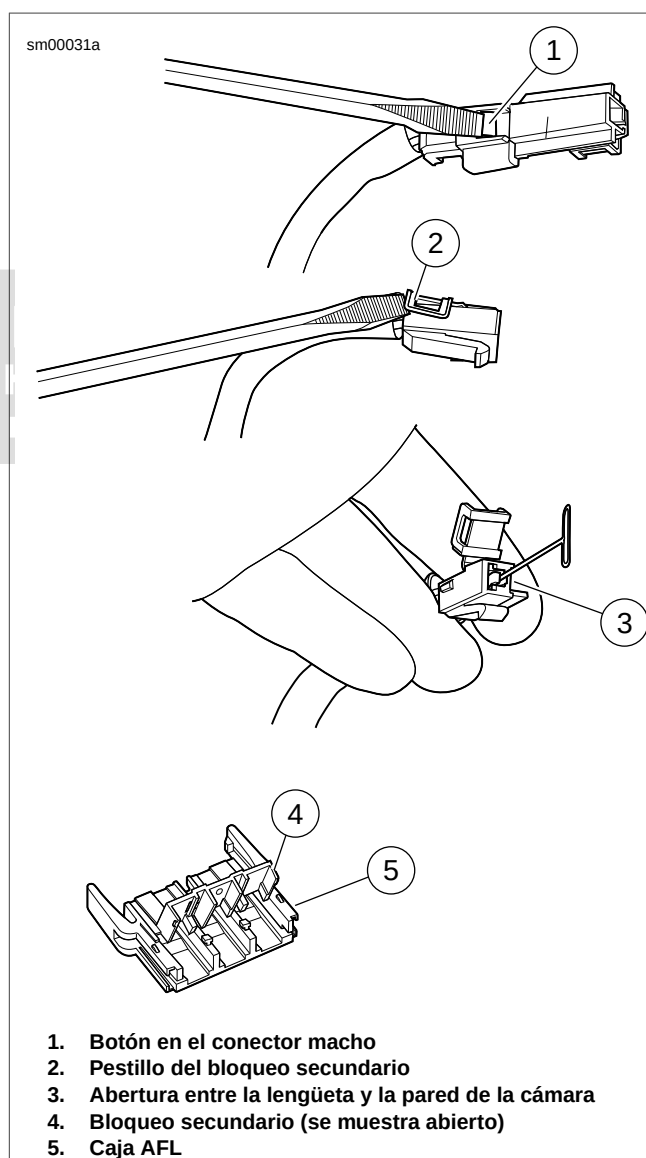

Figura A-27. Conector Metri-Pack 480: Extracción de terminales hembra
Vea Figura A-27. En muchos de los interruptores de encendido/luces se utiliza una caja AFL (5). El bloqueo secundario (4) debe abrirse antes de quitar el terminal de la caja.
Vea Figura A-27. Usando un destornillador pequeño de hoja plana, presione el botón (1) en el lado del conector macho (cable rojo) del conector y separe los conectores macho y hembra.
1. Vea Figura A-27. Doble el pestillo (2) levemente hacia atrás y libere un lado del bloqueo secundario; después repita para liberar el lado opuesto. Gire el bloqueo secundario hacia afuera sobre la bisagra para tener acceso al terminal en la cámara de la caja del conector.
2. En el extremo de acoplamiento del conector, observe la lengüeta en la abertura cuadrada centrada al lado del terminal. Cuidadosamente inserte la punta de un alfiler o de un imperdible grande dentro de la abertura (3) entre la lengüeta y la pared de la cámara hasta que se detenga.